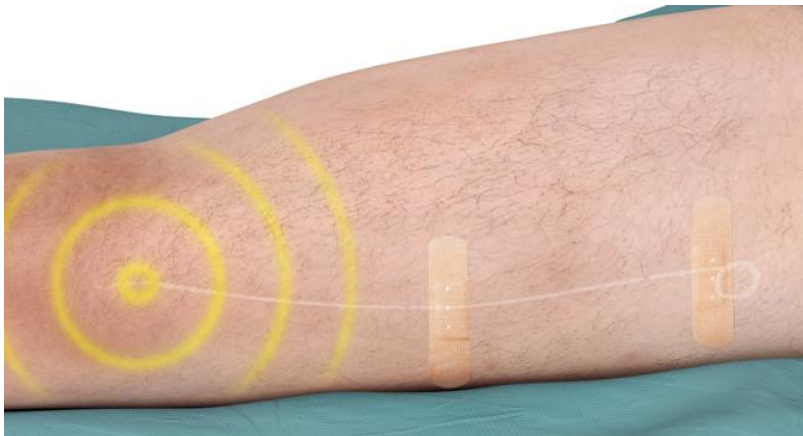

Abbildung 7
6. Verschließen Sie die Inzision mit sterilen Hautverschlusstechniken und legen Sie einen Verband an (siehe Abbildung 7).